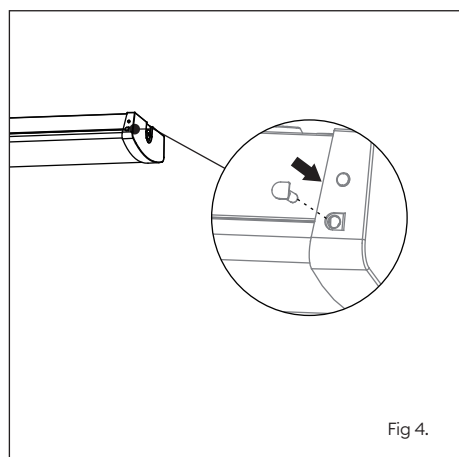

Fig 4.
Push diffuser retaining clips back in body to secure (Fig 4).
- Remplacez le diffuseur en procédant à l'inverse du retrait. Poussez à nouveau les clips de maintien du diffuseur dans le corps (fig. 4).
- Sostituire il diffusore procedendo in senso inverso rispetto alla rimozione. Spingere le clip di fissaggio del diffusore nel corpo per fissarlo (Fig. 4).